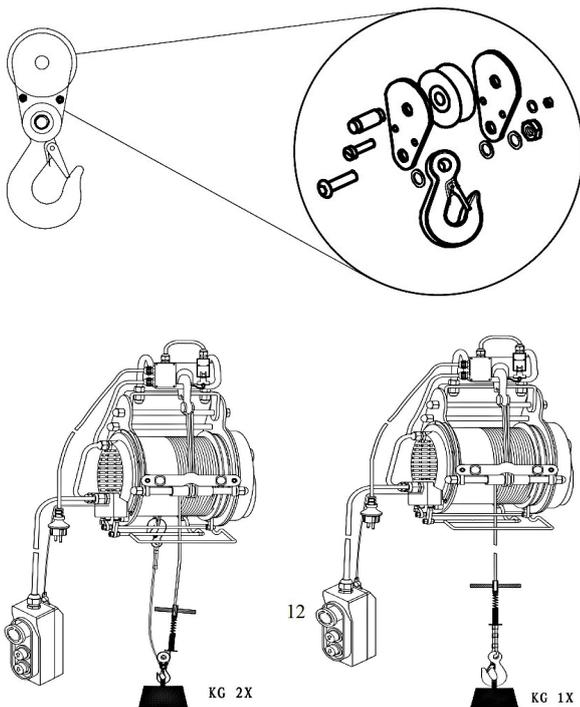

Abb. 6: Betrieb mit Umlenkrolle (links)
Schritt 2: Den Lashaken am Stahlkabel in die Einhängvorrichtung am Gehäuse einhängen (Abb. 6 unten links).